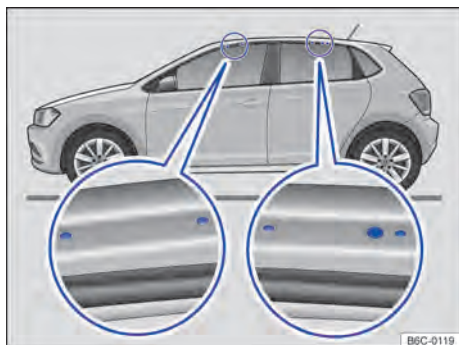

Fig. 123 Puntos de fijación de los soportes básicos del portaequipaje de techo (ambos lados)
Los orificios o marcas de los puntos de alojamiento de los soportes bases son visibles con las puertas (delanteras y traseras) del vehículo abiertas y se encuentran a los lados en las vigas del techo → fig. 123 (lupa). Los orificios o marcas para unión por encastre detrás se encuentran en la parte inferior de las vigas del techo → fig. 123 (lupa derecha).
- Sujetar los soportes base solo en las marcas indicadas en la figura. → fig. 123